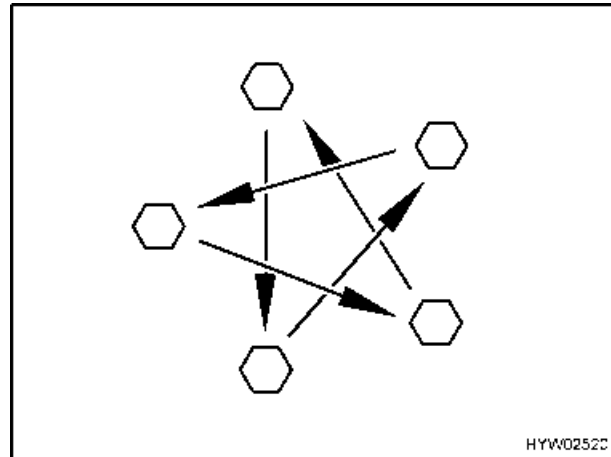

Bild 121 Radschrauben über Kreuz anziehen
- Radschrauben regelmäßig auf festen Sitz prüfen. Radschrauben eines ausgewechselten Rades nach 50 km über Kreuz nachziehen (Bild 121). Anziehdrehmoment siehe Abschnitt Anziehdrehmoment.
- ▶ Radschrauben über Kreuz anziehen (Bild 121). Anziehdrehmoment siehe Abschnitt Anziehdrehmoment.